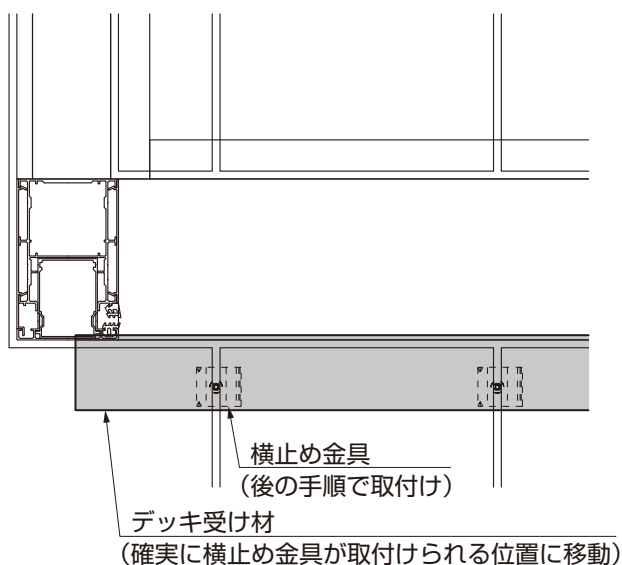
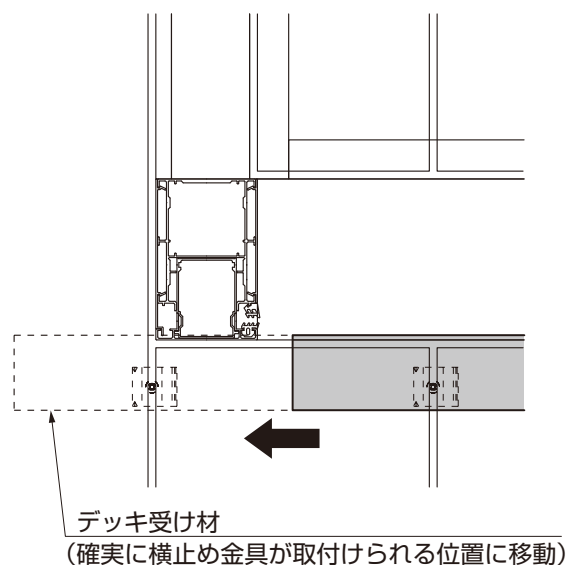

図2-7 外面デッキを切欠く場合
図2-8 外面デッキを切欠かない場合
① デッキ受け材を図2-5、図2-7、図2-8を参照して、両端より切断してください。
- デッキ受け材は、柱端部の縦切りした床板に横止め金具が止められるように位置を調整し、前面ベース材に固定してください。（図2-7、図2-8参照）